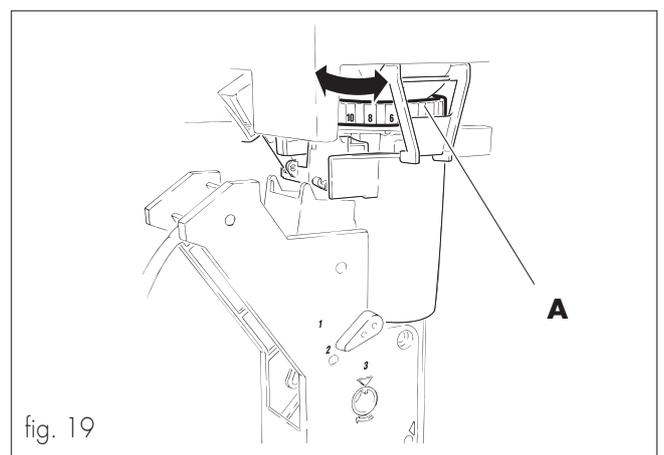

fig. 19
- Regular el grado de molido del café girando el mando correspondiente (ref. **A**, fig. 19). Sirvan sólo como orientación los siguientes datos: